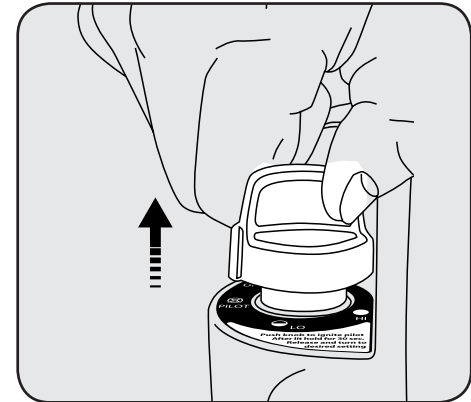

Figure 5
8. Relâchez le bouton de commande une fois la veilleuse allumée. Le bouton de commande devrait revenir en position d'ouverture complète. Voir Figure 5. Pour faire fonctionner l'appareil de chauffage, appuyez légèrement sur le bouton et tournez-le doucement pour le verrouiller dans la position souhaitée.
9. Relâchez le bouton de commande une fois la veilleuse allumée. Le bouton de commande devrait revenir en position d'ouverture complète. Voir Figure 5. Pour faire fonctionner l'appareil de chauffage, appuyez légèrement sur le bouton et tournez-le doucement pour le verrouiller dans la position souhaitée.